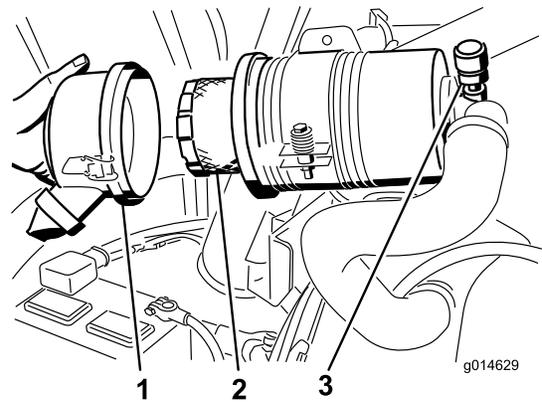

Bild 61
3. Nehmen Sie den Filter heraus und wechseln Sie ihn (Bild 61).